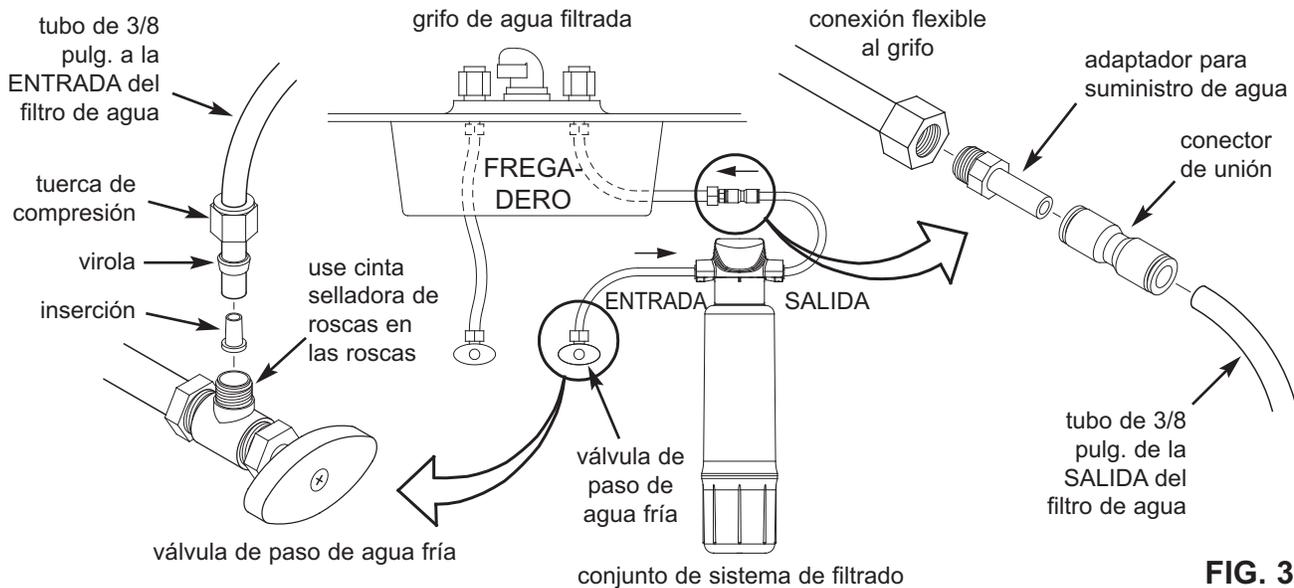

FIG. 3
Al planear la instalación, consulte los códigos locales de plomería y cúmplalos; luego instale las uniones para conectar el filtro para la cocina y el baño a la tubería de agua fría del fregadero. Se incluyen uniones (roscas 9/16-24) y tubo de 3/8 pulg. de D.E. a fin de proporcionar conexiones desde y hacia la entrada y salida del filtro para la cocina y el baño. En la Fig. 3. se ilustra una conexión típica con las uniones para suministro de agua que se incluyen.
3. Encuentre una pieza de la tubería de 3/8 pulg. suministrada, más la tuerca de compresión, la virola y la inserción de tubería que se incluyen. (Vea la Fig. 3). Monte las piezas en el tubo, como se ilustra en la Fig. 3, y enrosque la tuerca de compresión en la válvula de paso de agua fría. Apriétela para lograr una conexión a prueba de fugas.